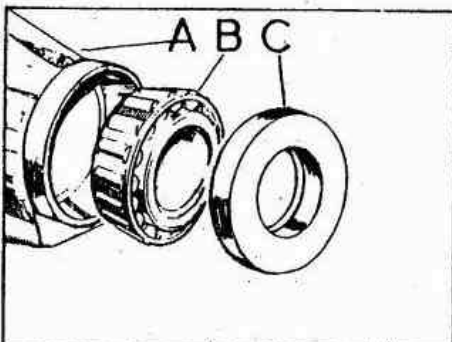

Fig. E -34 Alojamiento del retén y cojinete
- 1.07. Desmontar el retén, C (Fig. E -34) y el cojinete, B, del cárter del porta-diferencial, A.